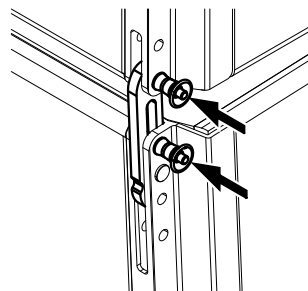

図 3: スプレイ角が 2.5° の SUB to SUB、フリー
- c. キャビネット間のスプレイ角が 2.5° の SUB to SUB (フリー ⇒ 図 3)